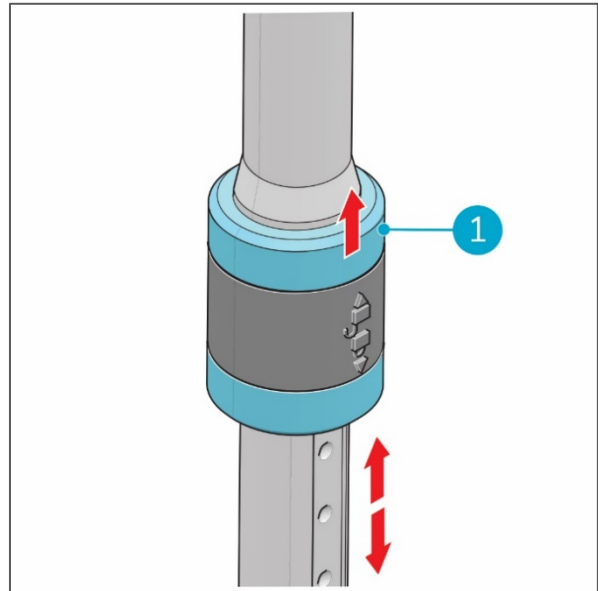

Figura 11
Tira hacia arriba del aro (Figura 11, pos. 1) del tubo para desbloquearlo, ajusta la longitud y suelta el aro para volver a bloquearlo.